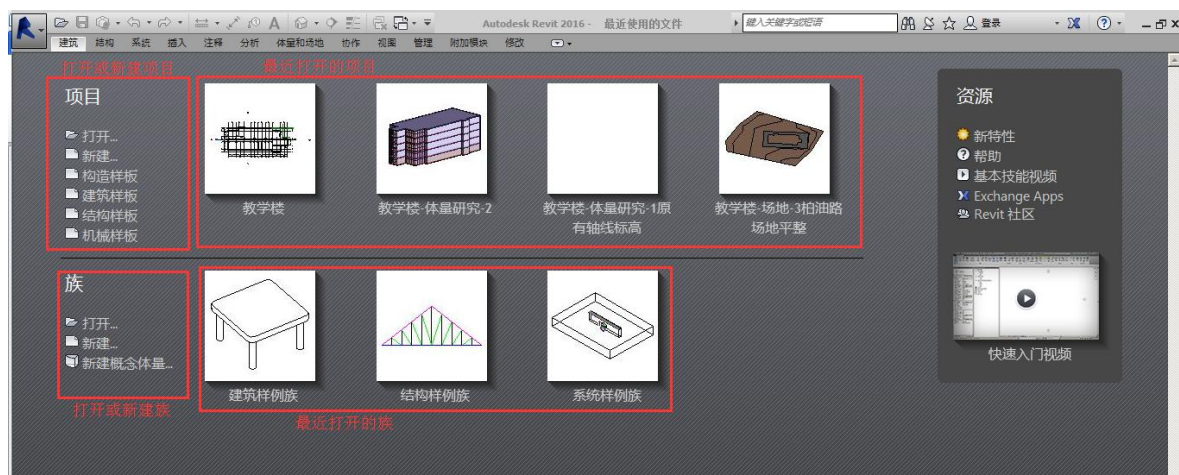

图 1-1 启动 Revit 的主界面
• 双击桌面上生成的“Revit 2016”快捷图标，打开软件之后的界面含“打开或新建项目”、“最近打开的项目”、“打开或新建族”、“最近打开的族”（图 1-1）。
第一种方法: 在图 1-1 启动 Revit 的主界面中, 点击 “项目” 中的 “新建”, 在弹出的 “新建项目” 对话框中, 点击 “样板文件” 下拉菜单, 选择 “建筑样板” (图 1-5), 点击 “确定”。